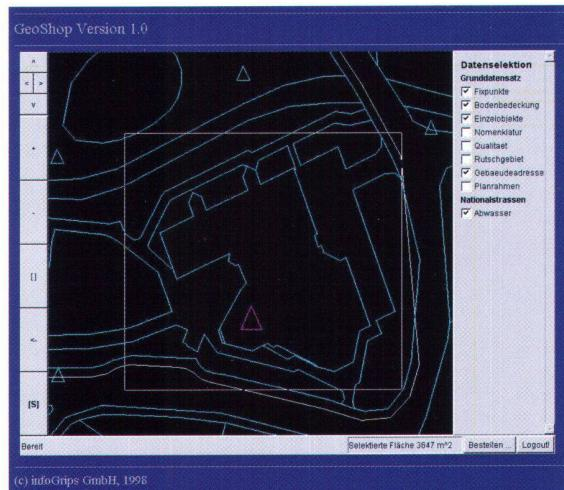

Abb. 3: GeoShop-Client.
- Graphische Benutzeroberfläche mit der die Daten vom Server bestellt werden können (Abb. 3).